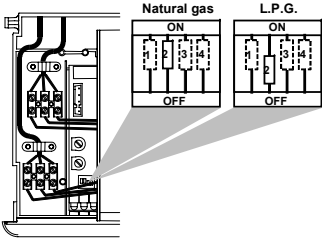

Fig. 7.2
- 9 set correctly the dip-switch "2" (Fig. 7.2) in accordance with the following table.
- 9 Установите требуемым образом утопленный выключатель «2» (Fig. 7.2) в соответствии с таблицей: